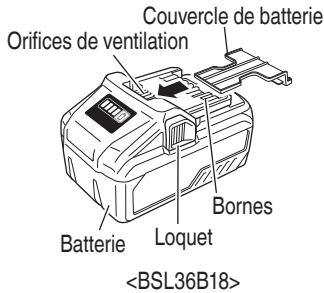

Fig. 7
- Soit ranger le bloc de pile avec l'outil électrique ou de manière sécuritaire en l'enfonçant dans le couvercle jusqu'à ce que les orifices de ventilation soient dissimulés afin d'éviter les courts-circuits. (Voir la Fig. 7)